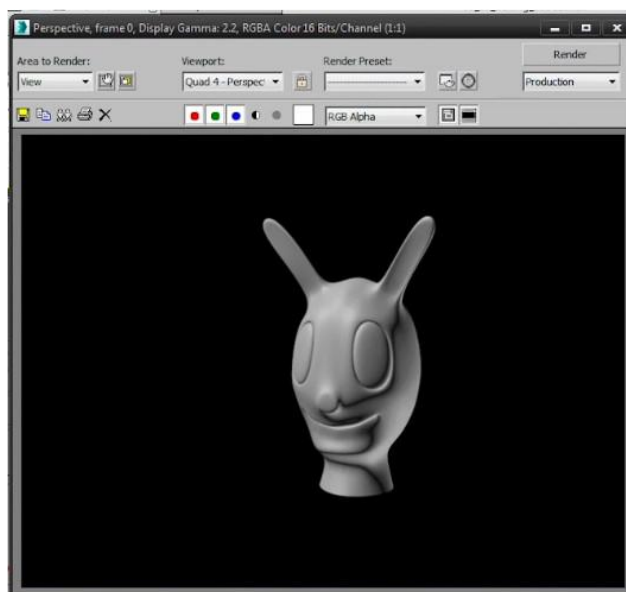

Рис. 4.7. – Результат создания головы персонажа
4) Переведите объект в Editable Poly. В стеке модификаторов должен остаться только один – Editable Poly. Для того, чтобы многократно не разбивать полигоны и для уменьшения нагрузки на процессор, применяют следующий прием. Еще раз накладывают модификатор TurboSmooth. В поле Iterations указывают 0, а в поле Render Iters ставят необходимое количество разбиений для сглаживания линий объекта, например 2. Чтобы увидеть предварительный результат нажимаем на кнопку Render Production главной панели инструментов. Результат представлен на рис. 4.7.